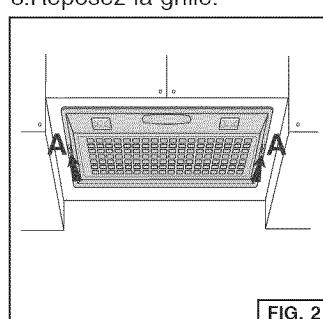
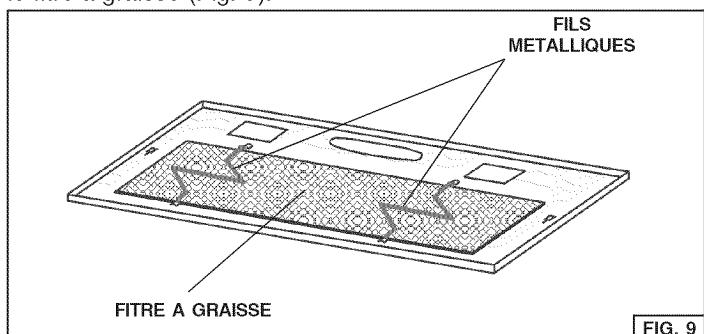

FIG. 2
FIG. 9
- Otez la grille en déplaçant les deux attaches latérales "A" (Fig.2).
- Otez les fils métalliques (Fig. 9) et jetez-les.
Pour enlever le filtre à graisse ôtez la grille en enlevant les 2 attaches latérales "A" (Fig. 2); enlevez les fils métalliques puis le filtre à graisse (Fig. 9).
- Otez la grille en déplaçant les deux attaches latérales "A" (Fig. 2).